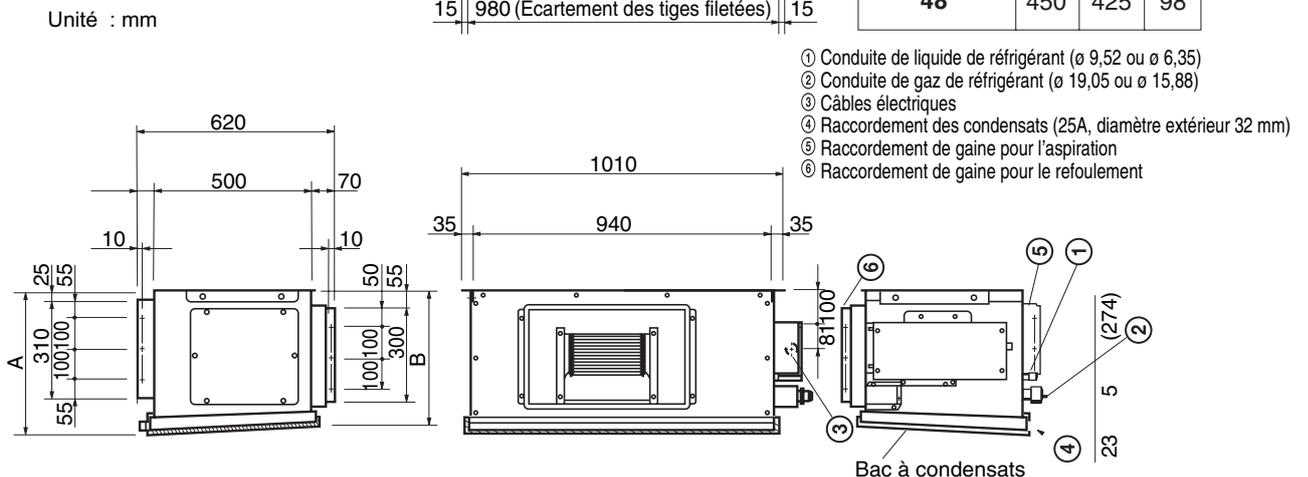

Fig. 3-97b
- La figure 3-97b et le tableau 3-7 fournissent des informations détaillées relatives aux dimensions de l'unité intérieure.